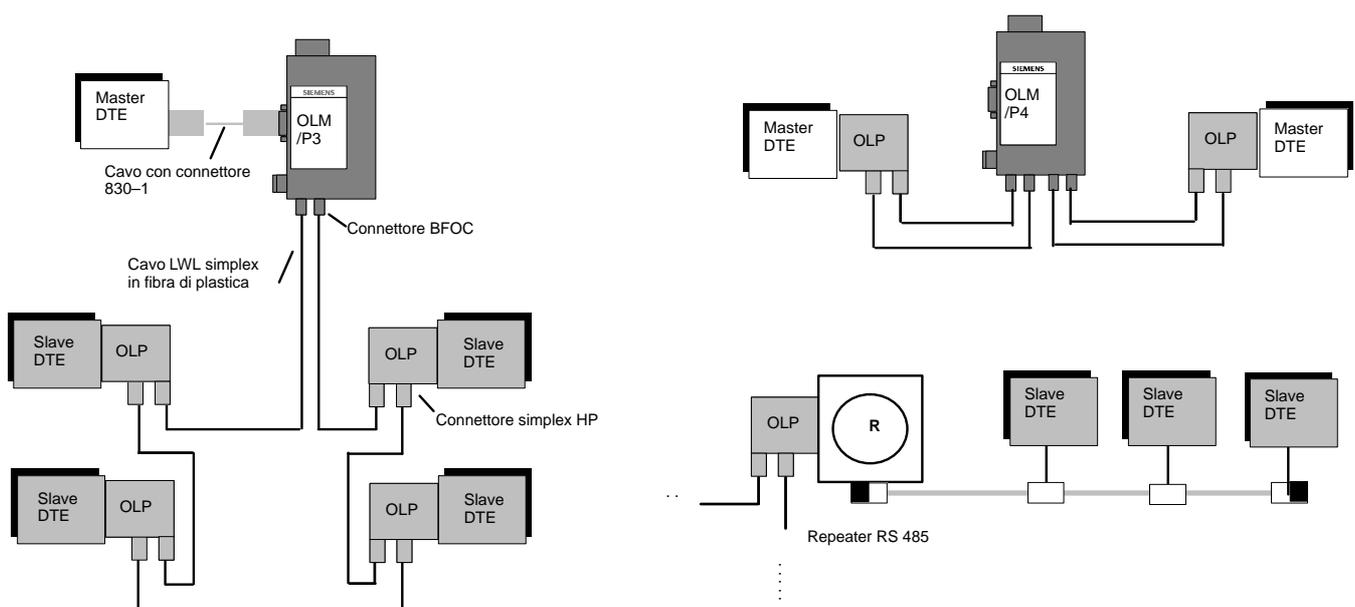

Figura B. 2: Possibilità di configurazione con OLP
- Se l'OLP viene collegata ad un OLM/P3 o un OLM/P4 punto a punto, ad essa è possibile allacciare anche un apparecchio attivo (master) (vedere Figura B. 2).
- L'OLP può essere innestata su un'interfaccia PG del repeater RS485, se sul segmento di bus 2 sono allacciati solo apparecchi PROFIBUS passivi. Sul segmento di bus 1 può essere allacciata solo l'OLP (vedere Figura B. 2).